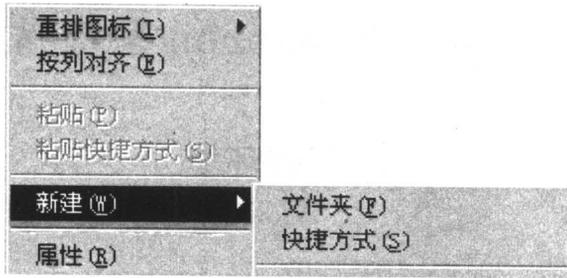

图 1-4
- 在WINDOWS桌面空白处单击鼠标右键, 在弹出的菜单中选择新建→快捷方式选项, 如图1-4所示。